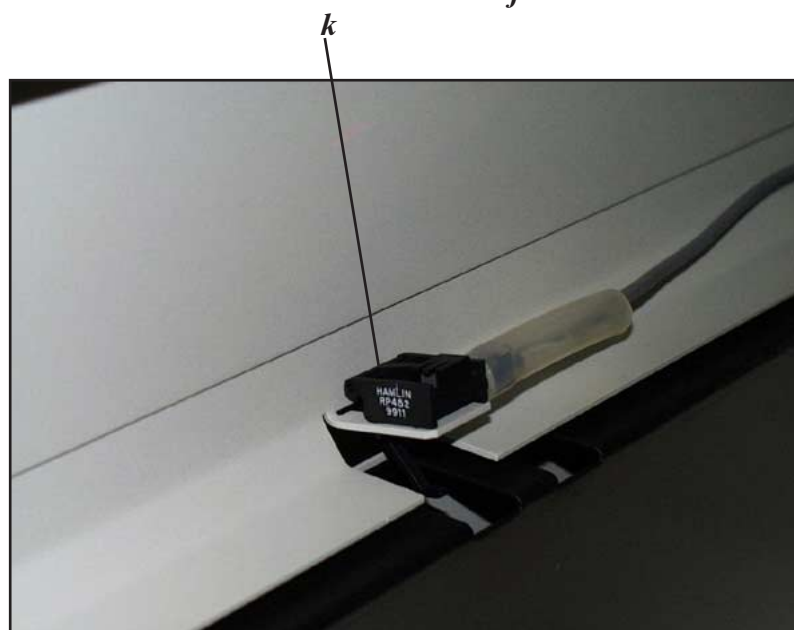

Bild 1-I
**j: Heizungselemente:** Die Heizungselemente heizen die Chemie auf die eingestellte Temperatur auf. Sicherheits-Thermostate (direkt an den Heizelementen) schalten im Fehlerfall sofort die Heizungen ab. Bild 1-J.